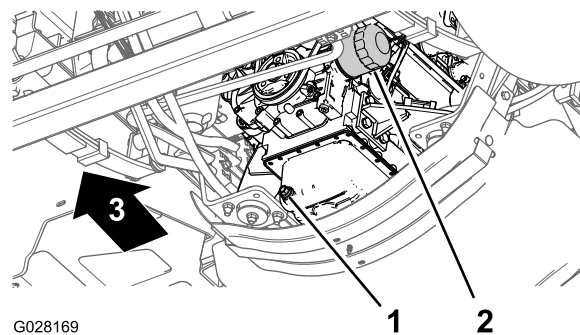

Figura 51
3. Allineate una bacinella di spurgo sotto il filtro dell'olio del motore (Figura 51).
4. Togliete il vecchio filtro dell'olio (Figura 51).
8. Montate il filtro dell'olio nell'adattatore del filtro, giratelo in senso orario finché la guarnizione di gomma non sfiora l'adattatore, quindi serrate il filtro di un altro 1/2 giro (Figura 51).
1. Allineate una bacinella di spurgo con una capacità di 5,6 litri o superiore sotto il tappo di spurgo (Figura 51).
2. Togliete il tappo di spurgo (Figura 51) per lasciare defluire completamente l'olio.